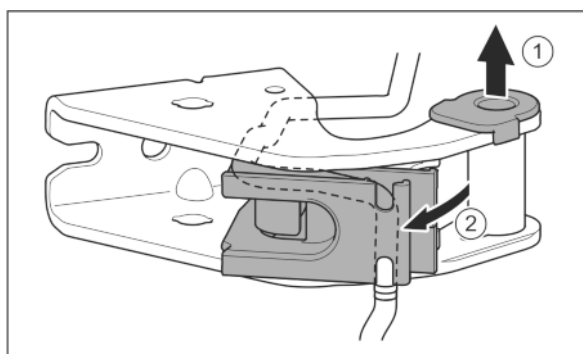

Fig. 23
- ▶ Опорную втулку вывести из направляющей. Fig. 23 (1)
- ▶ Отвести в сторону держатель кабеля. Fig. 23 (2)